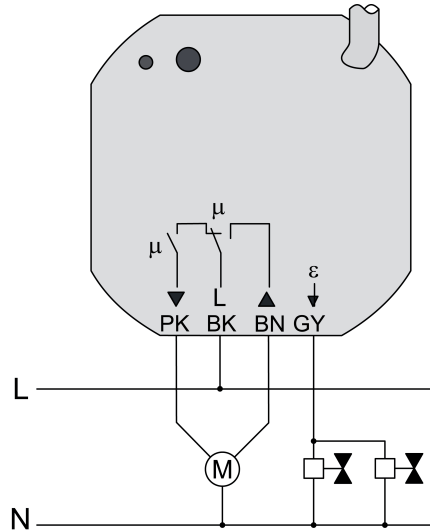

Figura 7
- Collegare il carico (figura 7). Utilizzare i morsetti a molla a innesto in dotazione. Le estremità flessibili dei conduttori devono essere stagnate.